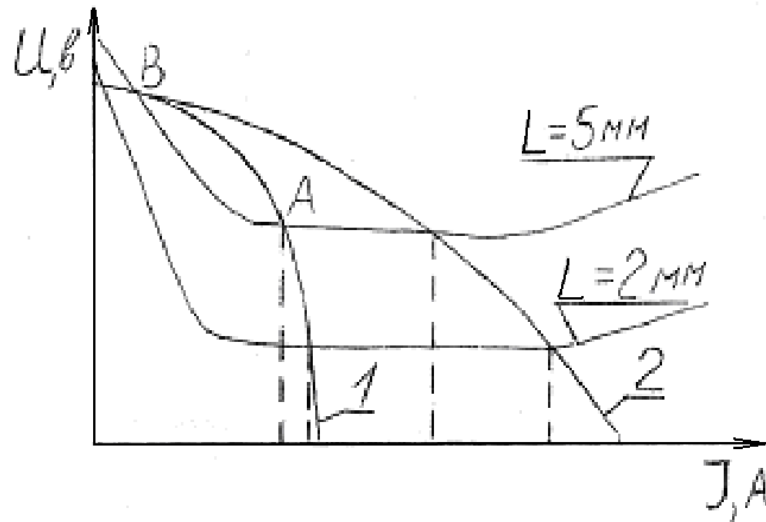

Рис. 1. Вольт-амперные характеристики дуг различной длины и внешние характеристики источников питания с крутопадающей (1) и пологопадающей (2) характеристиками.
Основной характеристикой сварочной дуги является зависимость напряжения на дуге (U_d) от силы тока (I_d) и от длины дуги (L). Эту зависимость $U_d=f(I_d, L)$ называют статической вольт амперной характеристикой дуги (рис. 1). Источники тока для конкретного способа сварки выбирают по их внешней характеристике, выражающей зависимость напряжения на клеммах источника от нагрузки (силы тока). Обычно источники питания могут иметь либо крутопадающую характеристику (см. рис. 1, кривая 1), либо пологопадающую (см. рис. 1, кривая 2). Точка А соответствует установившемуся режиму сварки (напряжение дуги равно напряжению источника тока). Точка В характеризует напряжение, необходимое для обеспечения ионизации промежутка между электродом и деталью.